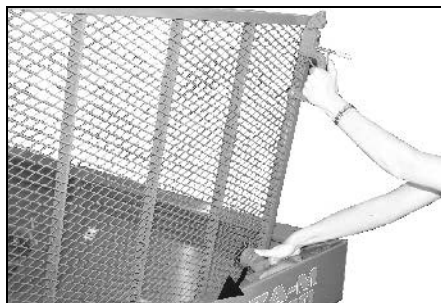

Fig. 13
- Tryck ner spärren för skyddsgallret innan skyddsgallret stängs (Fig. 13).